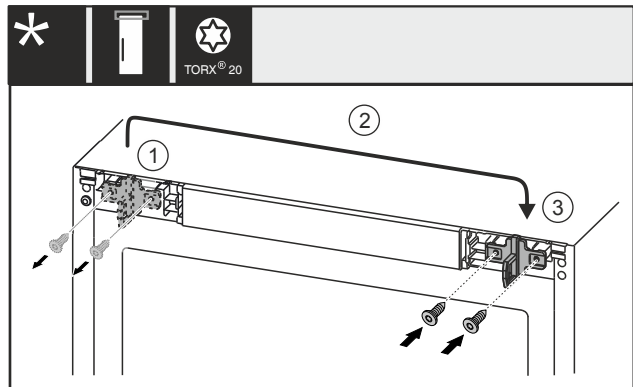

Fig. 25 Med elektrisk lås*
- Skru skruerne Fig. 25 (1) af med en skruetrækker.*
- Flyt låsekrogen Fig. 25 (2) til den modsatte side.*
- Påsæt skruerne Fig. 25 (3) med en skruetrækker, og skru dem fast.*